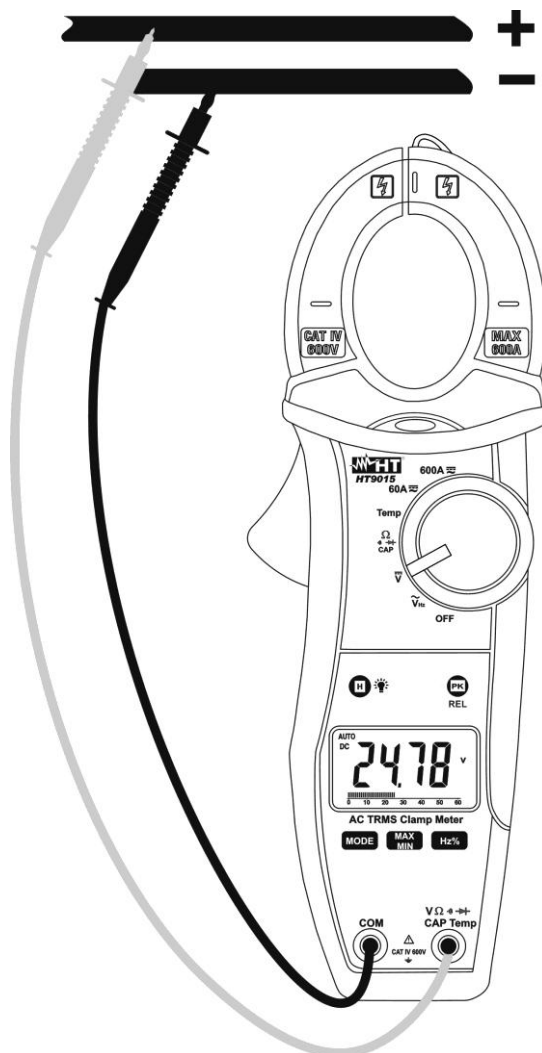

Fig. 4: Uso da pinça na medição de Tensões CC
2. Inserir o cabo vermelho no terminal de entrada **VΩV** e o cabo preto no terminal de entrada **COM** (Fig. 4)